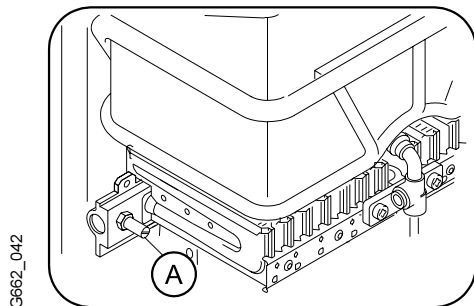

Fig. 5
- Regolare il massimo del gas con un metodo adeguato, vedere dati tecnici (punto 1.7): in linea di massima si può utilizzare il metodo della pressione al bruciatore, come indicato in fig. 5, 6 e 7, oppure quello della pressione agli ugelli. In entrambi i casi è necessario un manometro con scala tarata in mbar oppure in mm ( $\text{H}_2\text{O}$ ).
- Allentare la vite della presa di pressione (A) del bruciatore (fig. 5) e collegare il tubo flessibile del manometro.